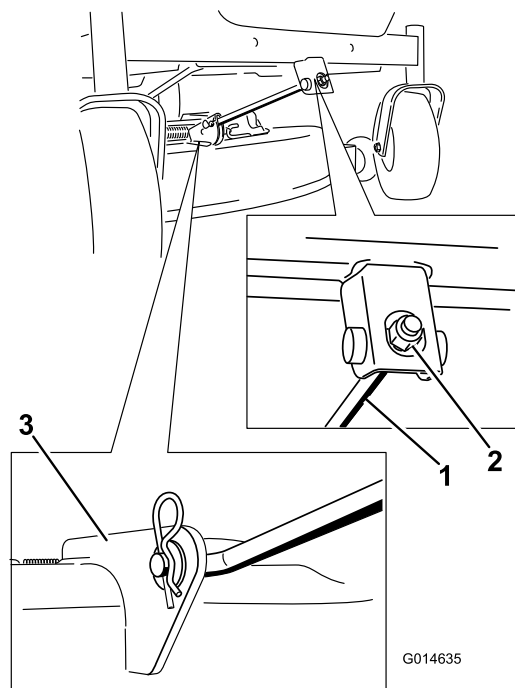

Figura 67
4. Retire el pasador de horquilla de la varilla de soporte delantera y retire la varilla del soporte de la carcasa (Figura 67). Baje cuidadosamente la parte delantera de la carcasa del cortacésped al suelo.
- Conecte la varilla de soporte delantera a la carcasa del cortacésped con el pasador y la claveta (Figura 67).